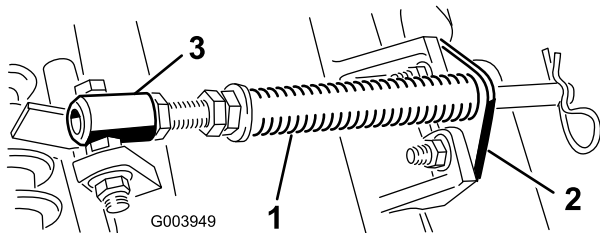

Figura 4
- A. Togliete i due bulloni a testa tonda e i dadi che fissano la staffa dell'asta alle alette degli elementi di taglio (Figura 4).
- B. Togliete il dado flangiato che fissa il bullone del tubo della molla all'aletta del telaio portante (Figura 4). Staccate il gruppo.